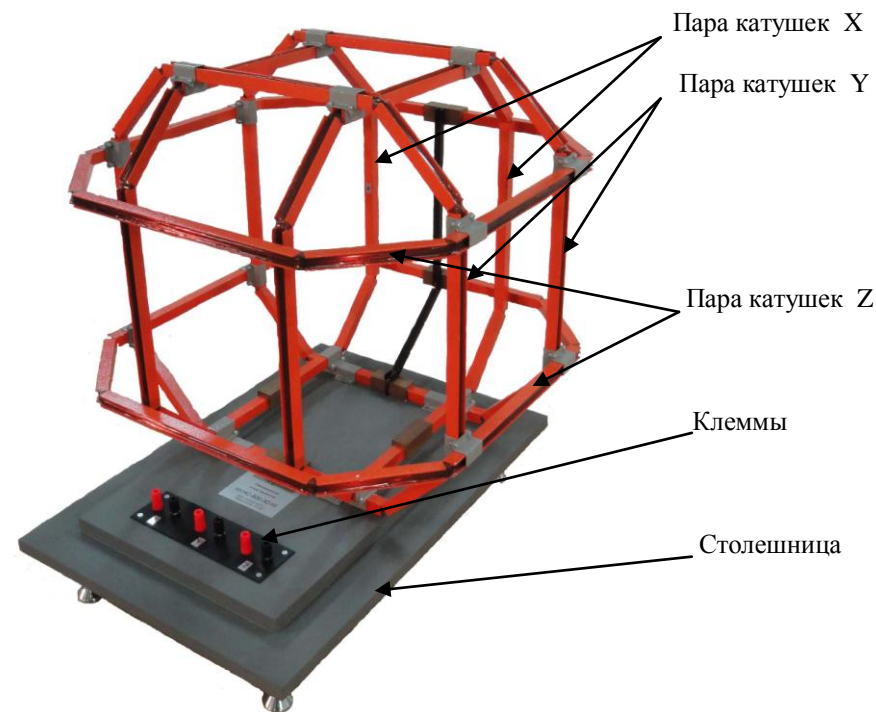

Рисунок 1. Внешний вид
4.1. Конструктивно система выполнена в виде трех ортогонально ориентированных парных катушек, намотанных на немагнитные каркасы и размещенных на столешнице. Каждая пара катушек образует автономные Кольца Гельмгольца, соединенные с клеммами питания, расположенными на столешнице (Рисунок 1).